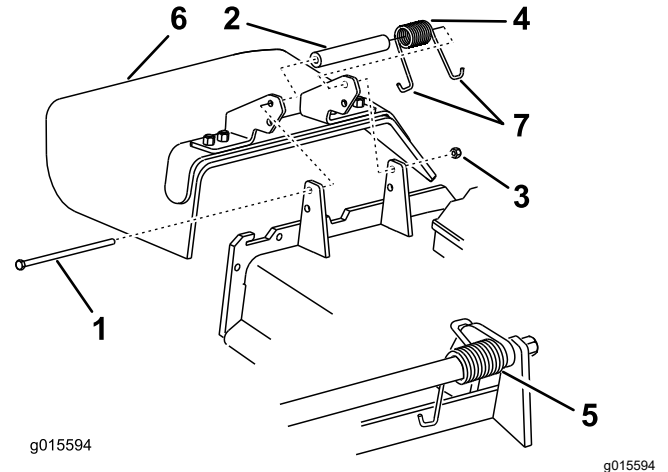

Figura 17
4. Retire la contratuerca, el perno, el muelle y el espaciador que sujetan el deflector a los soportes de pivote (Figura 17).
5. Retire el deflector de hierba (Figura 17).